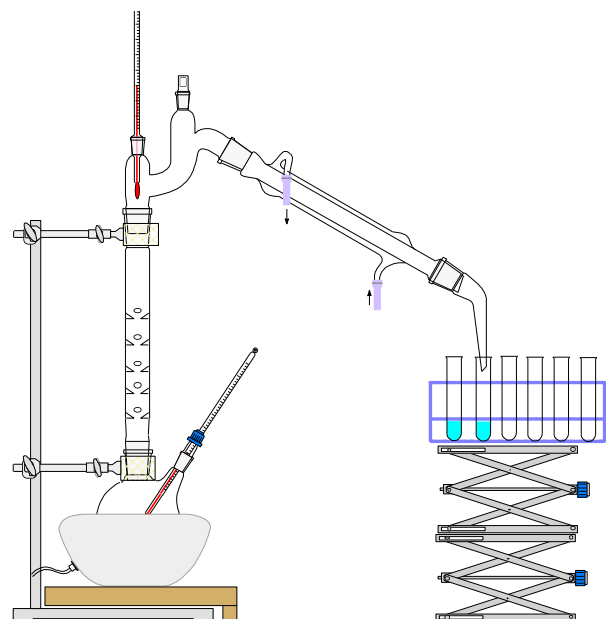

Abb. 2: Versuchsaufbau zur Destillation (Destillationsapparatur)
- (1) Fülle den Rundkolben etwa zur Hälfte mit Rotwein. Gib zusätzlich 4 Siedesteinchen zum Wein. Befestige nun den Rundkolben mit einer Stativklammer am Stativ.
- (2) Baue die Apparatur gemäss Abb. 2 auf: Stelle auf die Stativplatte eine Holzbühne und darauf die Heizkalotte. Achte darauf, dass der Rundkolben gut in der Heizkalotte sitzt. Befestige die einzelnen Bauteile immer mit einer Klammer, bevor du das nächste Teil aufsetzt.
- (3) Schliesse die Wasserschläuche an und lass das Kühlwasser fließen. Drehe den Wasserhahn nicht zu stark auf. Es reicht, wenn das Wasser leicht plätschert.
- (4) Die Heizkalotte wird in Betrieb genommen (zusätzlich Schalter auf "max", Drehscheibe für Heizregulation auf "10").